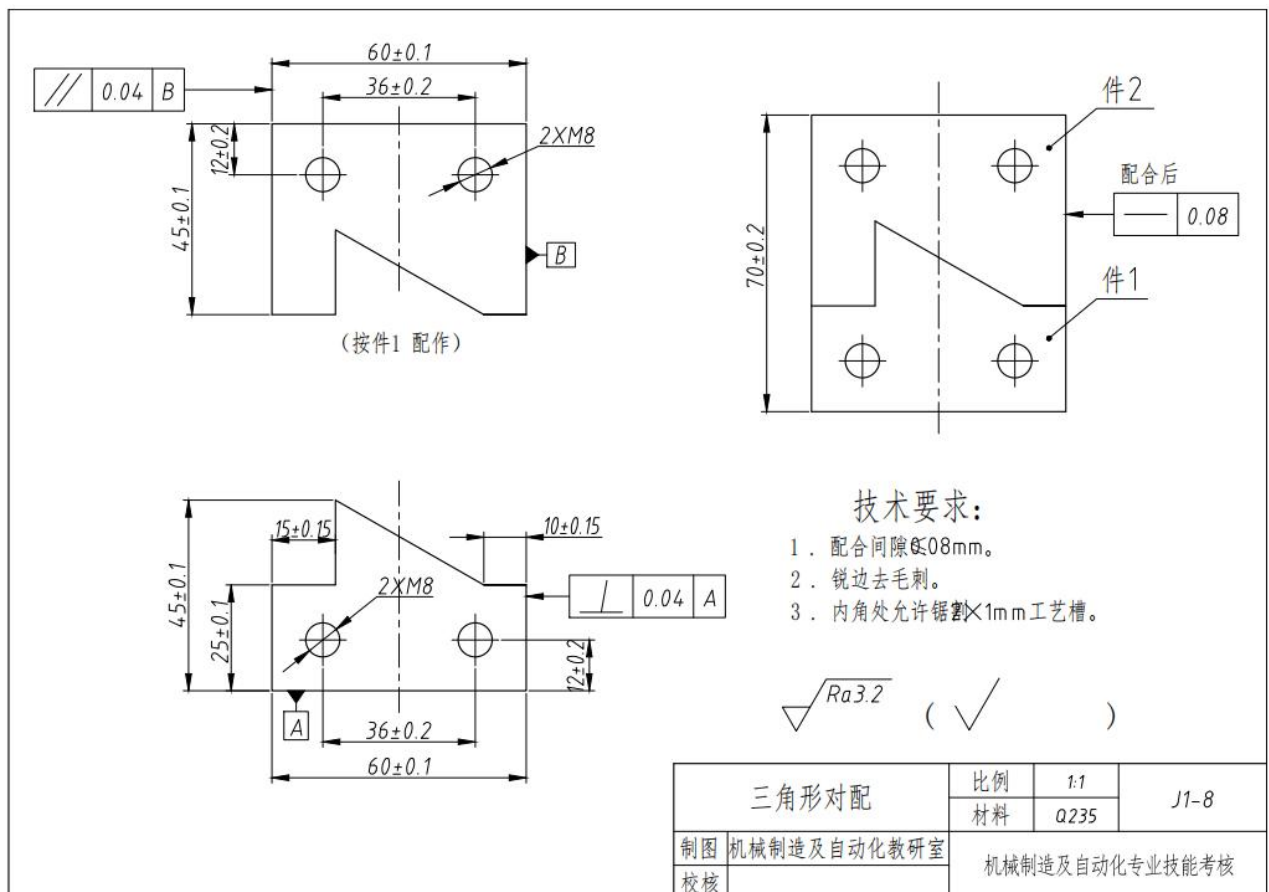

图 1-1-8 三角形对配
- (1) 能读懂零件图及工艺装配图，进行零件加工工艺分析；
- (2) 正确选择与使用常用工具和设备进行划线、锉、锯、孔加工、螺纹加工和锉配加工等；
- (3) 根据零件图 1-1-8 的要求完成凸、凹零件的加工与配锉加工。去毛刺，倒棱角 C0.3，配合面不允许倒角，不准使用专用工、夹具加工和抛光；
- (4) 使用常用量具对加工零件进行检验；
- (5) 严格执行工作程序、工作规范和安全操作规程；
- (6) 毛坯尺寸：62×47×6(单位 mm)，材料：Q235 钢板。毛坯及工、夹、量具由考点准备；
- (7) 技能测试结束，技术人员在零件底面打编号并提交零件。